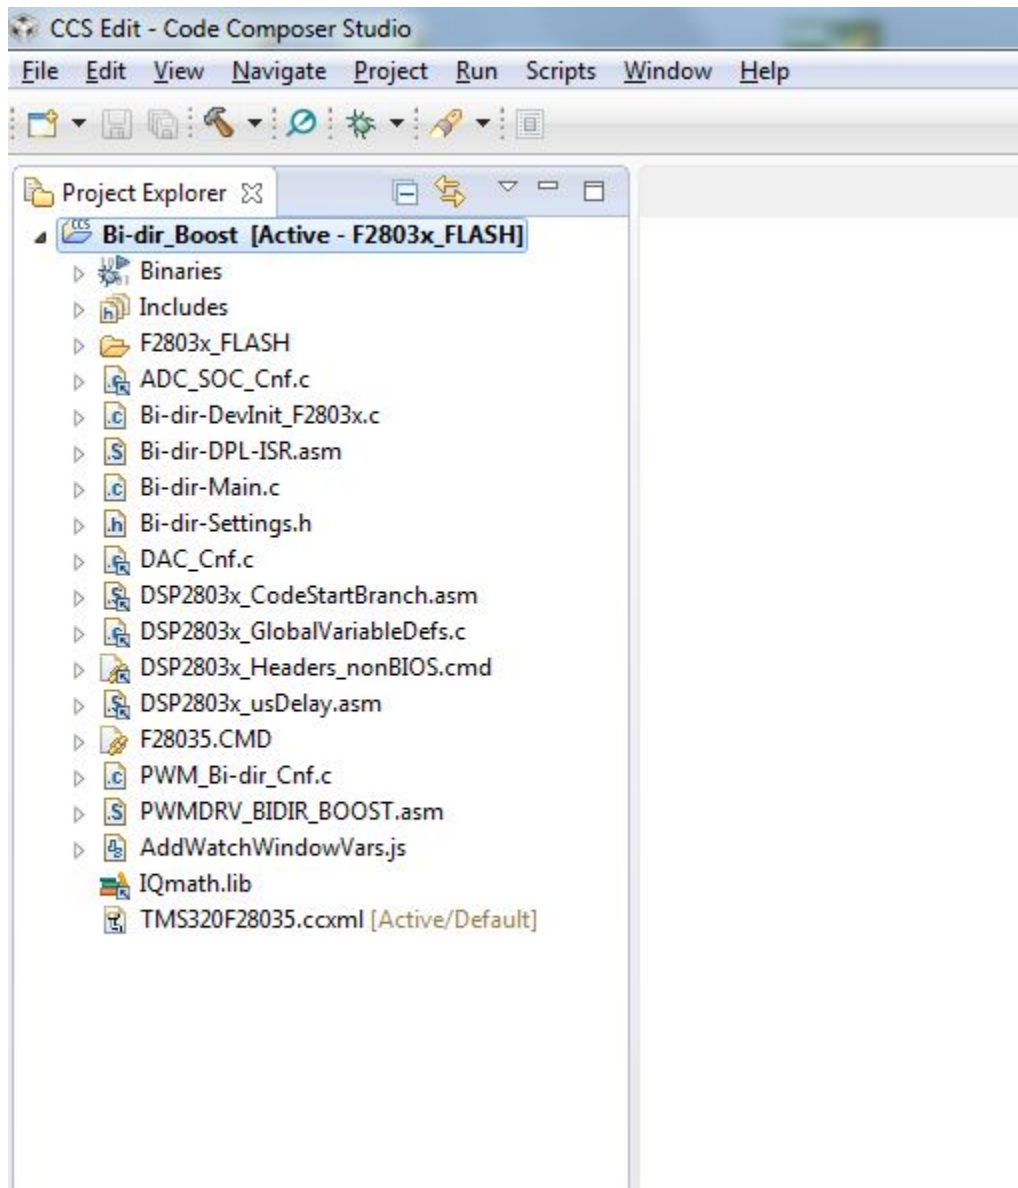

図 56. 昇圧モードのCCSプロジェクト・ウィンドウ
14. 左側の“Project”ウィンドウで、プロジェクトの左側にある“+”をクリックします。図 56を参照してください。